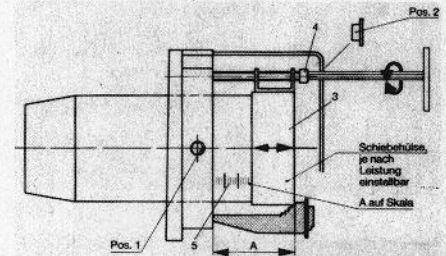

Abb. 33
2. Feineinstellung der Luftmenge: Die Feineinstellung der Luftmenge bzw. Pressung erfolgt durch Längsverschieben des Düsengestänges und damit der Stauscheibenposition im Flammrohr. Dies geschieht nach Lösen der Inbusschraube (Abb. 33 Pos.1) und durch anschließendes Verdrehen der Rändelmutter (Abb. 33 Pos. 2). Rechtsdrehung der Rändelmutter bedeutet weniger Luft bzw. mehr Pressung. Linksdrehung der Rändelmutter bedeutet mehr Luft bzw. weniger Pressung. Ausgangsbasis für die Einstellung mittels Rändelmutter sollte die von der Kesselleistung abhängigen Werte L der Tabelle Abb. 34 sein. Nach Einstellung der Rändelmutter am Düsengestänge ist die Inbusschraube wieder anzuziehen. Anschließend erfolgt die Kontrolle der eingestellten Werte durch Rauchgasmessung gem. Abschnitt „Rauchgasmessung“.